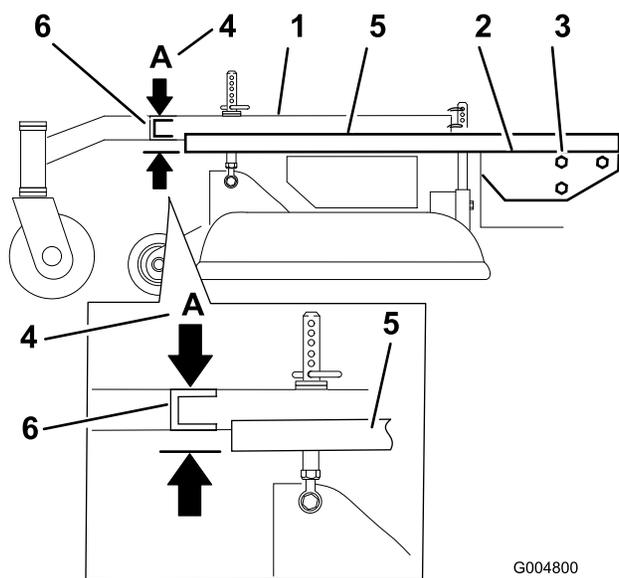

Figure 54
- Placez une longue planche, ou autre objet similaire parfaitement droit en haut du plancher moteur, comme illustré à la Figure 54.
- Au niveau du tube transversal du bâti porteur, mesurez la hauteur au point **A** (Figure 54).
- Desserrez les boulons de montage du bâti porteur de chaque côté de la machine (Figure 54).
- Alignez le bâti porteur et le plancher moteur à la même hauteur qu'au point **A**, soit $33 \text{ mm} \pm 6 \text{ mm}$ (Figure 54).